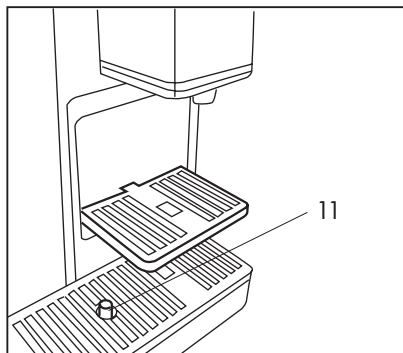

Fig. 18
Quando il galleggiante livello vaschetta rosso (11) sporge dal foro (**Fig. 18**) significa che l'acqua di raccolta nella vaschetta sta superando il livello massimo.